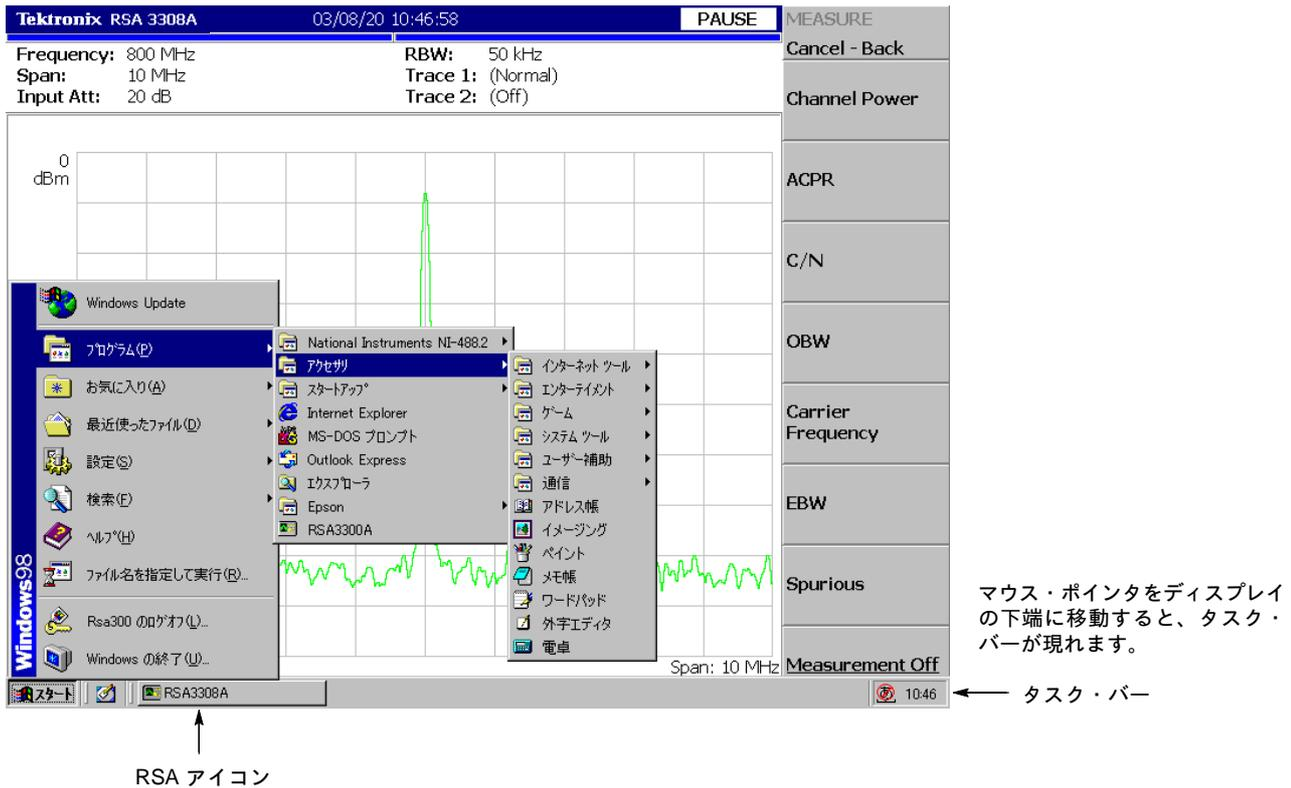

図 4-77 : Windows 98 アクセサリ・メニューの表示
1. マウスを使い、ポインタをディスプレイの下端に移動します（図 4-77 参照）。タスク・バーが表示されます。